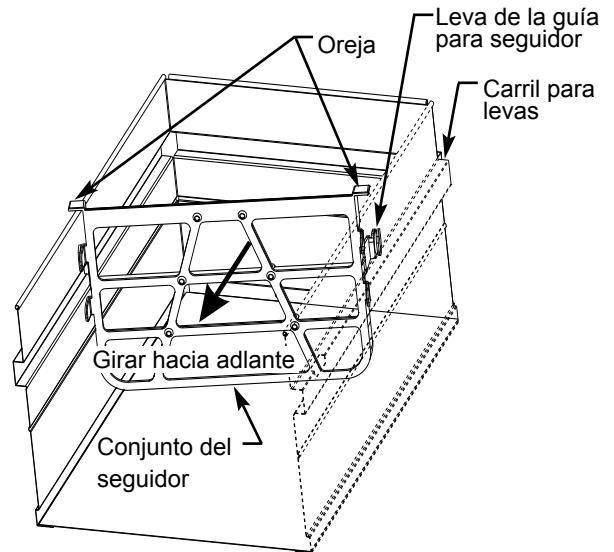

Figura 1
1. Referirse a la figura 1. Con el lado izquierdo del seguidor orientado hacia la parte delantera del cajón, introducir el conjunto del seguidor en el cajón.